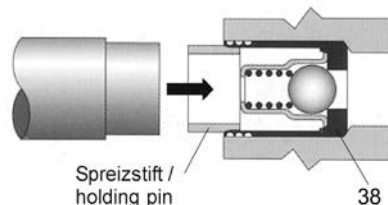

Abb. 1 / Fig. 1
Beim Zusammenbau das neue Ventil (38) zuerst bündig in die Bohrung einschieben, anschließend den Spreizstift mit einem Werkzeug (Hammer oder Presse) bündig einpressen (Abb. 1).
The new valve (38) must be inserted into the bore in a straight line. The holding pin is also to be inserted in a straight line, but with the help of a tool (hammer or insert tool-see fig. 1).